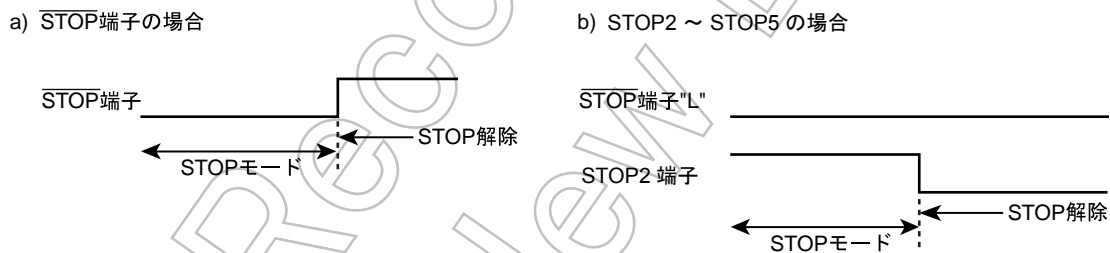

図 14-3 STOP 端子と STOP2 ~ STOP5 端子の優先順位
- 注 6) STOP2 ~ STOP5 入力によって STOP モードを解除する ("L" レベル) 場合は、STOP モード中 $\overline{\text{STOP}}$ 端子を必ず "L" レベルに固定してください。(図 14-3)